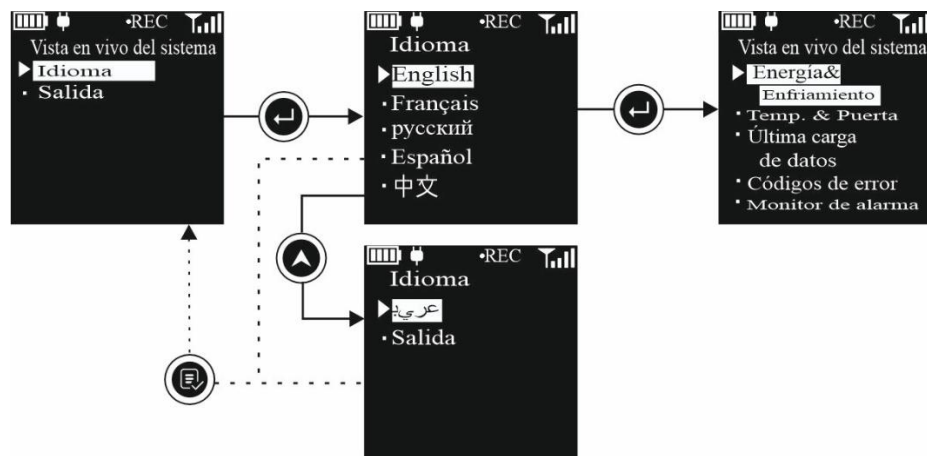

Figura 25 Menú de selección de idioma
6. **Idiomas:** El idioma predeterminado de la pantalla I-EMD es el inglés. Los usuarios pueden cambiar el idioma a través del menú Configuración de idioma. Las opciones de idioma disponibles incluyen inglés, francés, ruso, español, chino y árabe. Para seleccionar el idioma que prefiera, siga los pasos que se muestran en la figura 25.